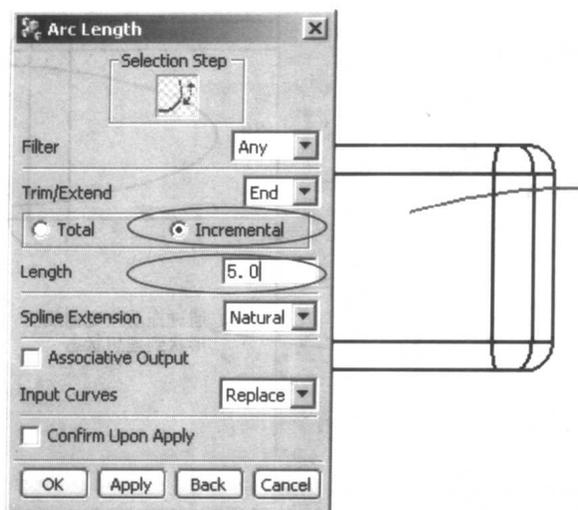

图 1-12 延长圆弧
(2) 利用 **Edit Curves→Edit Arc Length** 使上一步生成的圆弧外端加长  $5\text{mm}$ ，如图 1-12 所示。